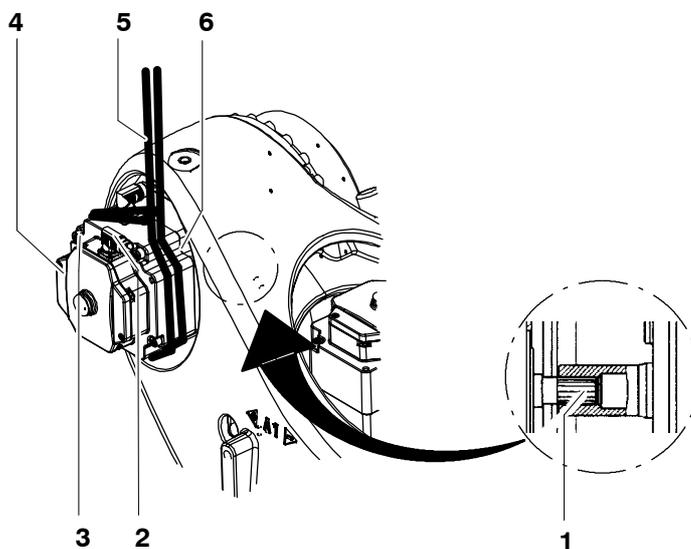

Fig. 115 Démontage et montage de l'entraînement de l'axe majeur A2
- (2) Desserrer et retirer les connecteurs XM2 et XP2 des connecteurs femelles (Fig. 115/3, 2).
- (3) Desserrer les quatre vis à six pans creux M12x30 (6) sans néanmoins les dévisser.
- (4) Bloquer l'entraînement de l'axe majeur A2 (4) avec le dispositif de levage (5).
- (5) Dévisser les quatre vis à six pans creux M12x30 (6) sans oublier les rondelles-frein et enlever l'entraînement de l'axe majeur A2.
- (1) Le cas échéant, procéder à la déconservation du nouvel entraînement de l'axe majeur A2.
- (2) Avant le montage, nettoyer les dents du servomoteur à courant triphasé (Fig. 115/1) et du réducteur, pour les enduire légèrement mais sur toute la surface avec du Micro-lube GL 261.
- (3) Monter l'entraînement de l'axe majeur A2 (4) avec le dispositif de levage (5).